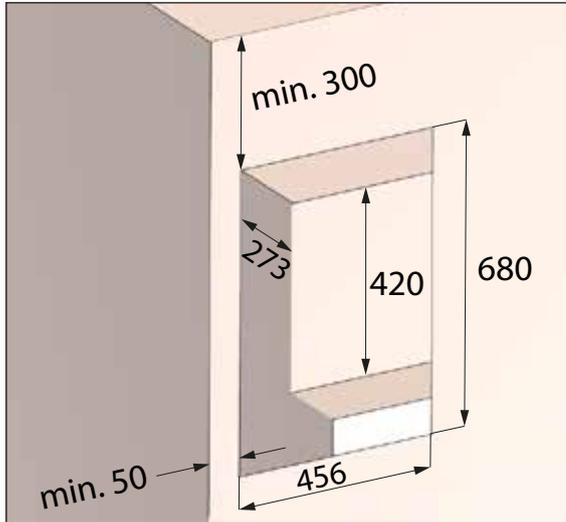

Abb. 9: Mauerdurchbruch für Montageset **ohne** Füllstück, Maße in Millimeter
- Mauerdurchbruch mit Nische (siehe Abb. 9) für Montageset **ohne** Füllstück M-WRG-II M/Fü
- Mauerdurchbruch mit Nische (siehe Abb. 9 auf Seite 20) für Montageset **ohne** Füllstück M-WRG-II M/Fü